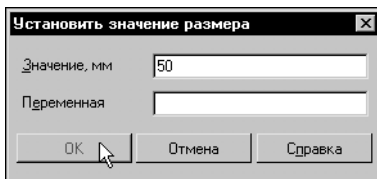

Рис. 61.15. Задание значения размера
9. В появившемся на экране диалоге введите в поле **Значение** число **50** и нажмите кнопку **ОК** (рис. 61.15).